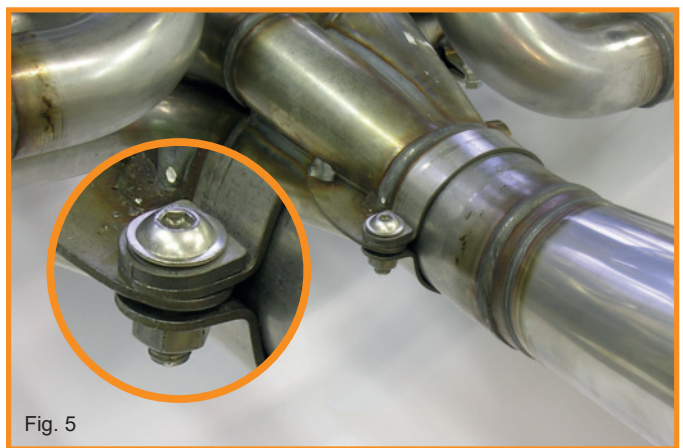

Fig. 5
- Install the megaphone by using the supplied hardware. See Fig. 5 and page 8 for details. It is recommended to use anti-seize copper compound on the collector end as well.
NOTE: You have to use the supplied reinforcement plates (Pos. 19 and Fig. 5). Otherwise the clamp can not built up the full holding pressure.
- Montieren Sie jetzt das WASP Megaphon mit dem beiliegenden Montage material laut Fig.5. Verwenden Sie auch hier wieder etwas Kupferpaste an der Verbindungsstelle zwischen Kollektor und Megaphon.
WICHTIG: *Bei der Montage des Megaphons ist auf die Verwendung der speziellen Verstärkungen (Pos. 19) und (Fig. 5) zu achten. Andernfalls kann die Schelle nicht ihre volle Spannkraft aufbringen.*